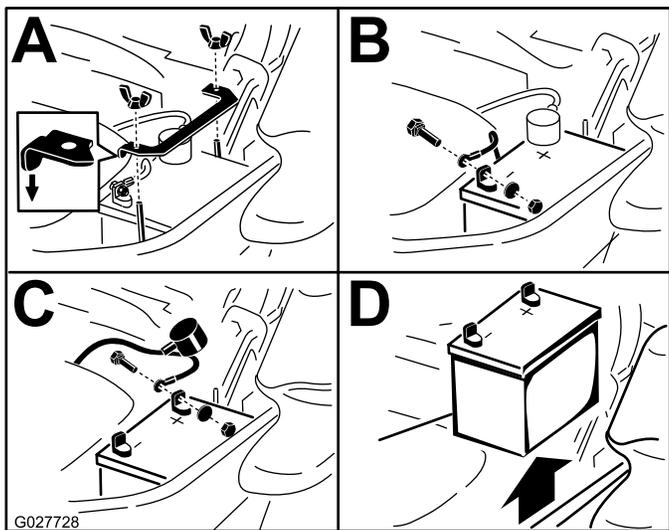

Figura 63
3. Remova a bateria como se mostra na Figura 63.
Nota: Posicione a bateria na base com os pólos terminais no lado oposto do depósito hidráulico (Figura 63).